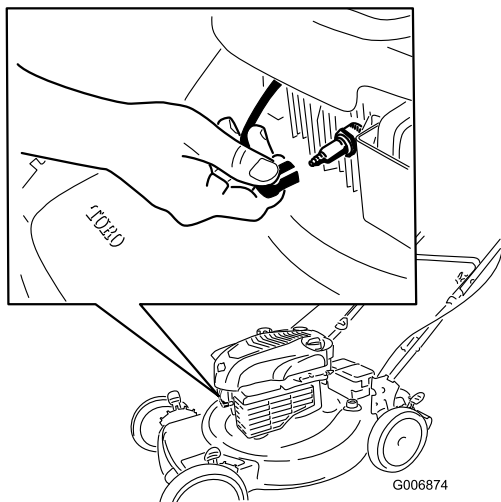

Figure 26
2. Débranchez la bougie et accrochez-la à la borne de retenue (Figure 26) avant d'entreprendre tout entretien.